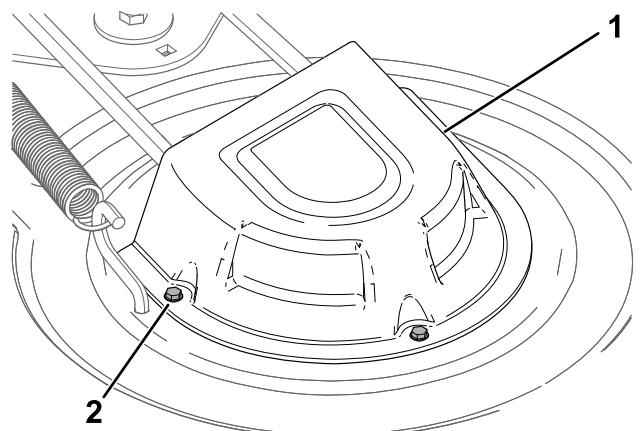

Figura 53
4. Afloje los tornillos y retire las cubiertas de las poleas (Figura 53).